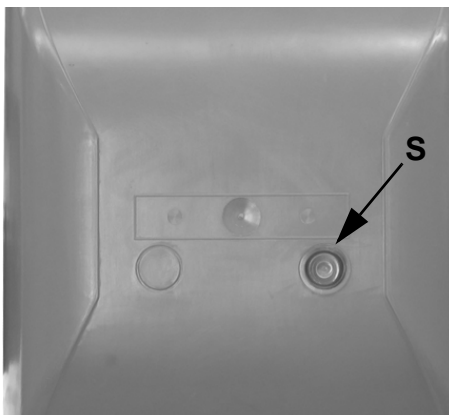

Fig. 37
- S Botón de desbloqueo equipo mando quemador (Fig. 37)